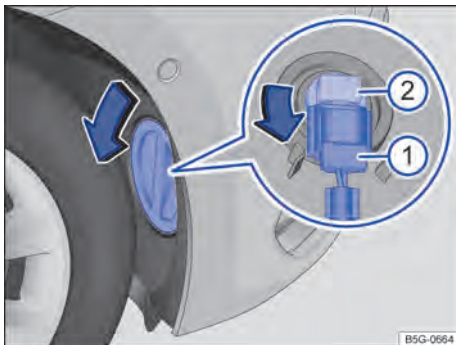

Fig. 163 En el guardabarros delantero derecho: cambio de lámpara en el faro.
- 3 Gire la tapa situada en el guardabarros en el sentido de la flecha y retírela → fig. 163.
- 4 Desbloquee el conector → fig. 163 ① y desáctelo.
- 5 Gire el portalámparas → fig. 163 ② en el sentido contrario al de las agujas del reloj, hasta el tope, y extraígalo junto con la lámpara hacia atrás.
- 8 Acople el conector → fig. 163 ① al portalámparas → fig. 163 ②. El conector debe encastrar de forma audible.
- 9 Coloque la tapa en el guardabarros → fig. 163 y bloquéela.